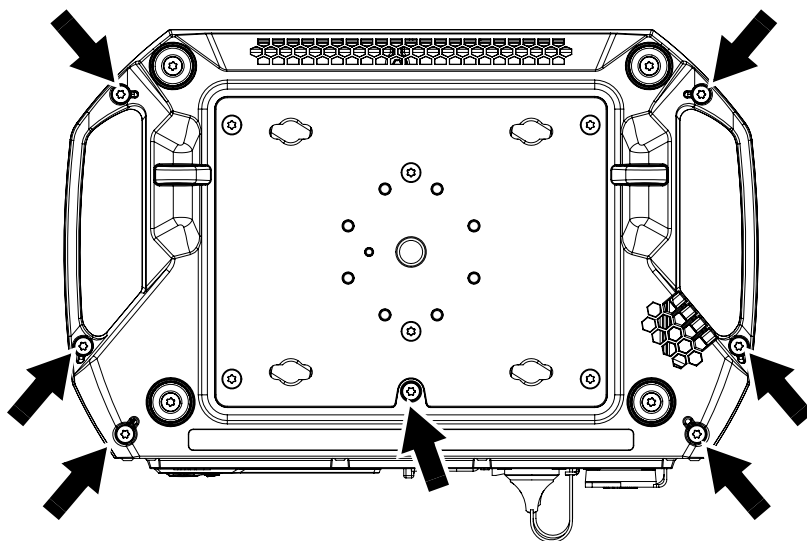

Figure 9: Démontage du couvercle inférieur de la base
- Voir Figure 9. Démontez les 6 vis Torx 20 qui maintiennent le capot (repérées ci-contre). Conservez les vis pour le remontage.